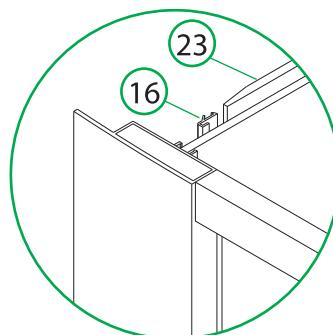

Рис. 9 / 9-сур.
5. Соберите кабину, вставив задние неподвижные панели в пристенные профили и зафиксировав ПВХ-уплотнителем (16) (рис. 9).